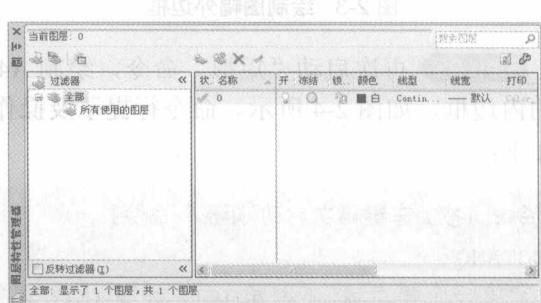

图 3-3 “图层特性管理器”选项板
Step 02 执行“格式>图层”菜单命令，或单击“图层”工具栏上的“图层特性管理器”工具按钮，弹出“图层特性管理器”选项板，如图 3-3 所示。